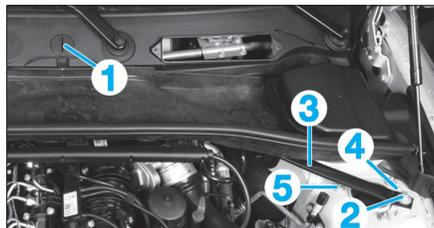

Fig. 4
- Retirer le capuchon (1) et déposer la vis qui se trouve en dessous (Fig.4).
- Déposer la vis (2).
- Extraire la barre de renfort du dôme d'amortisseur (3) dans le sens de la flèche.
- Dévisser / chasser le pion de positionnement (4).
- Déposer l'écrou (5).
- Remplacer l'écrou (5) et le serrer à 3,4 daN.m (Fig.4).
- Remplacer l'écrou (1) et le serrer à 0,5 daN.m (Fig.4).
- Serrer la vis à excentrique (2) pour régler le carrossage sur la valeur de consigne.
- Serrer l'écrou (1) à 16,5 daN.m.